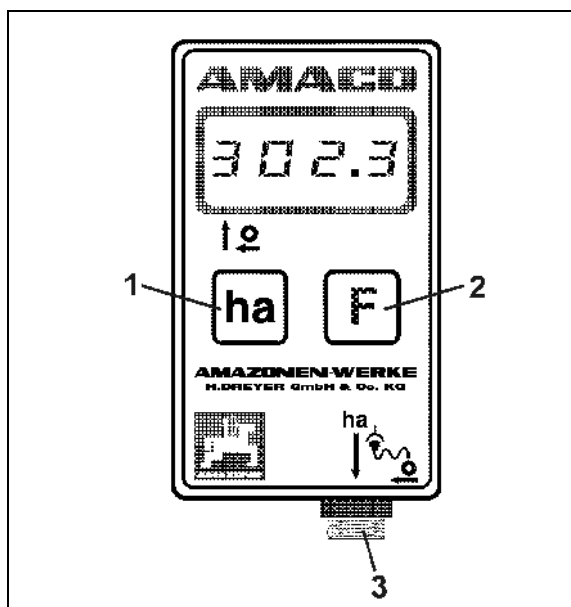

Fig. 3
Knappen **ha** (Fig. 3/1).
Knappen **F** (Fig. 3/2)
- **Anslutningsgivare (Fig. 3/3).**